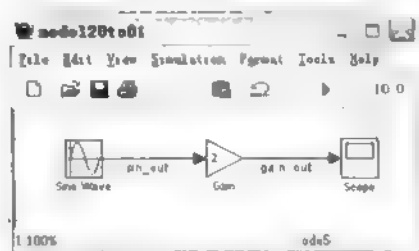

图 20.15 Simulink 模型
- (1) 假设建立的模型如图 20.15 所示。
- ② 创建一个 Simulink 模型，并保存为 model20to01.mdl。
- ③ 拖放相应的 Sine Wave 模块、Gain 模块和 Scope 模块组建模型如图 20.15 所示。
- ④ 在 Simulink 窗口中，选择 Simulation| Configuration Parameters 命令。
- ⑤ 在 Solver 控制面板中的 Solver options 区域设置 Type 为 Fixed-step，设置 Solver 为 ode5 (Dormand-Prince)，其他设置为默认，单击 Apply 按钮。
- ⑥ 打开 Data Import/Export 控制面板，使得所有选项都为非选状态，单击 Apply 按钮。
- ⑦ 打开 Real-Time Workshop 控制面板，选中 Generate code only 复选框。